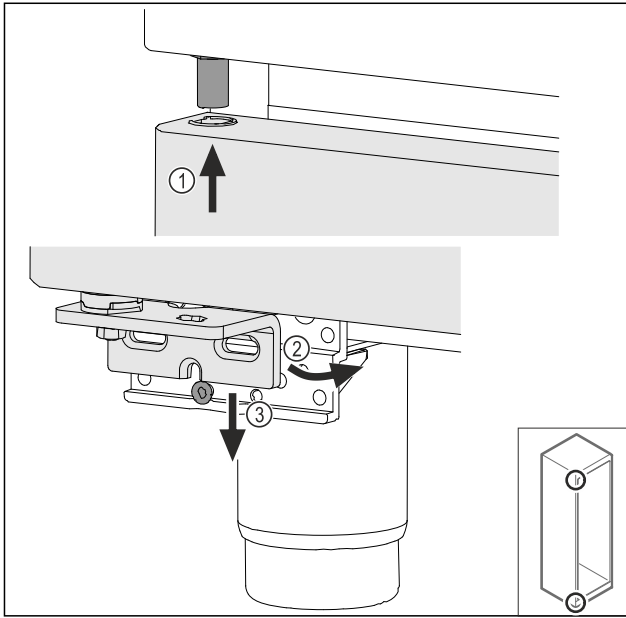

Fig. 66
- Tür leicht gekippt oben einfädeln Fig. 66 (1), Tür gerade ausrichten Fig. 66 (2) und unten auf die Lagerbockschraube Fig. 66 (3) aufsetzen.